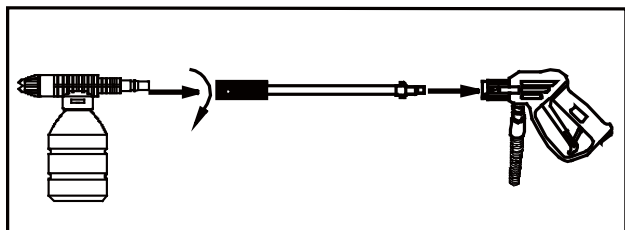

Figura 8 – Fissare l'applicatore alla pistola
4. Fissare l'applicatore di detergente alla pistola (Figura 8).